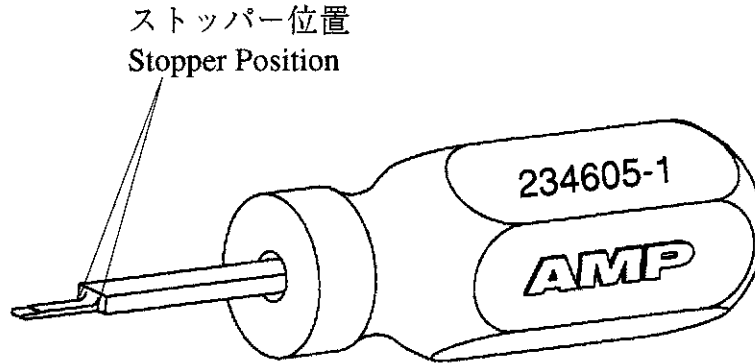

Fig. 1
1. 工具の先端を、Fig.1の様電線側からダブルロックプレート中央部へ差し込む。
1. Insert the Tip of Tool in the double lock plate central part from an electric-wire side like Fig.1.